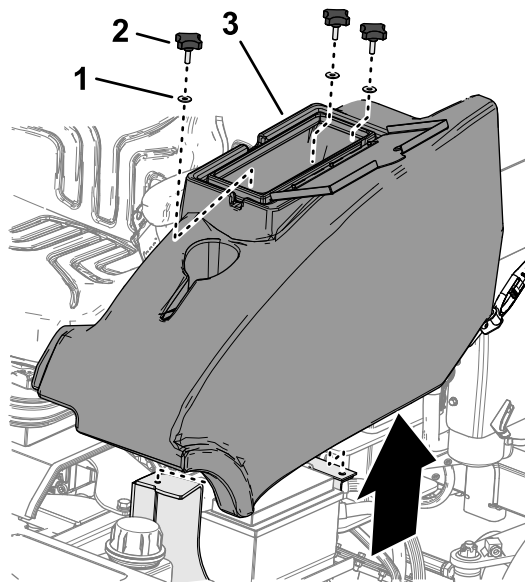

Figura 45
1. A sinistra della piattaforma dell'operatore, aprite lo sportello del vano portaoggetti (**Figura 45**).
2. Rimuovete le 3 manopole e le 3 rondelle che fissano il vano portaoggetti alla macchina, e rimuovetelo (**Figura 45**).